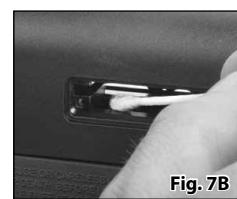

Fig. 7B
4. Brug en vatpind til at komme smørefedt på modtagerens boringsoverflader, hvorpå boltmekanismen glider, som vist i Fig. 7B. Moly-Graph fra CRC Industries egnar sig godt til dette formål. Udfør denne procedure, hver gang luftbøssen har affyret ca. 200 skud. Det anbefales at fjerne gummidstoffer i kundstykket for at få adgang til de overflader, der kræver smøring.